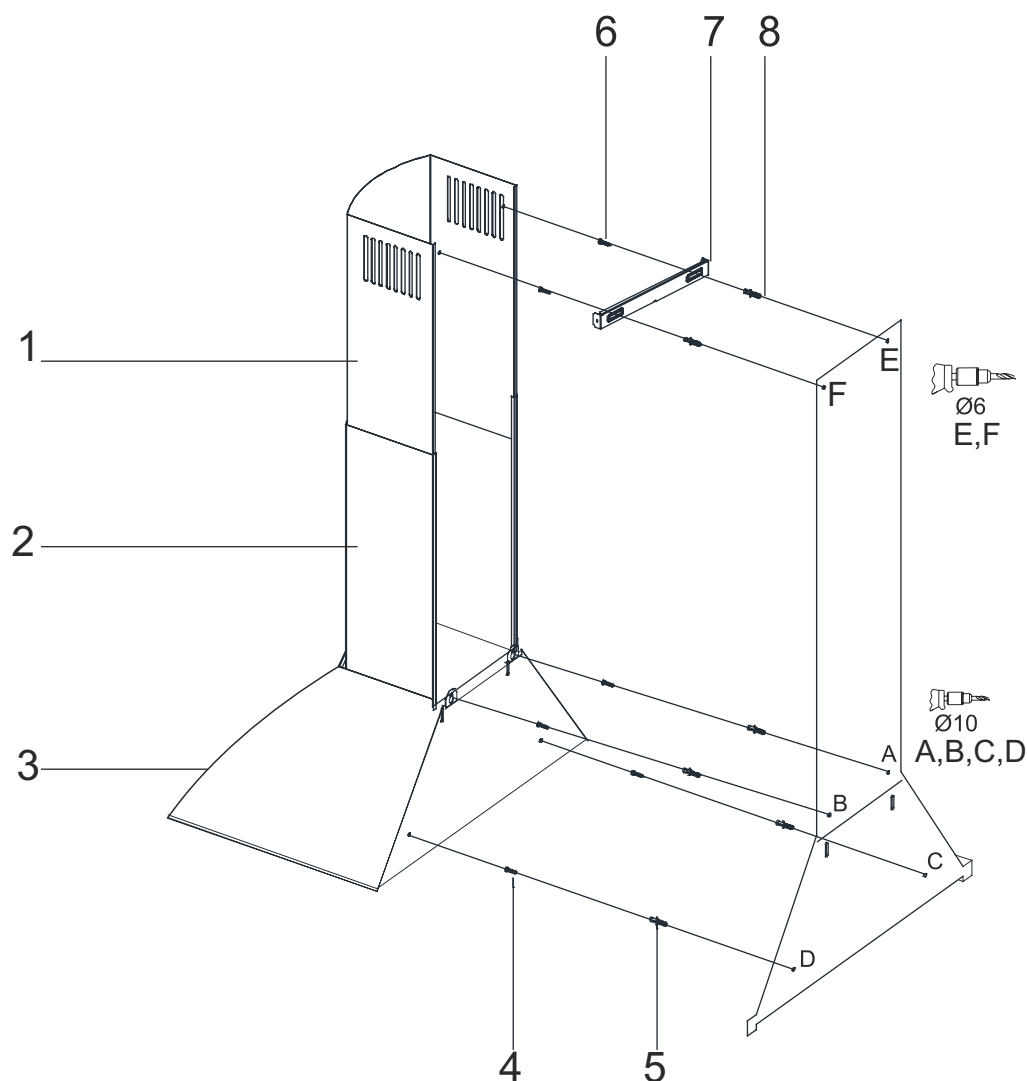

Fig. 8
1. ➔ Fäst monteringsritningen på väggen vid önskad höjd på fläkten i förhållande till spishällen (följ våra höjdrekommandationer). Markera punkterna A, B, C och D (Fig. 8).
2. ➔ Säkerställ avståndet 5 mm mellan väggen och skruvhuvudet (Fig. 8).
3. ➔ Spänn åt skruvarna A + B på väggen och skruva sedan fast skruvarna till punkterna D, C (Fig. 8).
2. ➡ Väggbeslagen till skorstenen (3) måste vara centrerat och punkterna E, F ska markeras (Fig. 8).
3. ➡ Borra nu på punkterna E, F med 6mm borr. Sätt sen in Ø6mm pluggar i hålen. Fäst därefter väggbeslagen till skorstenen med 3,9 x 22 skruvar (Fig. 8).